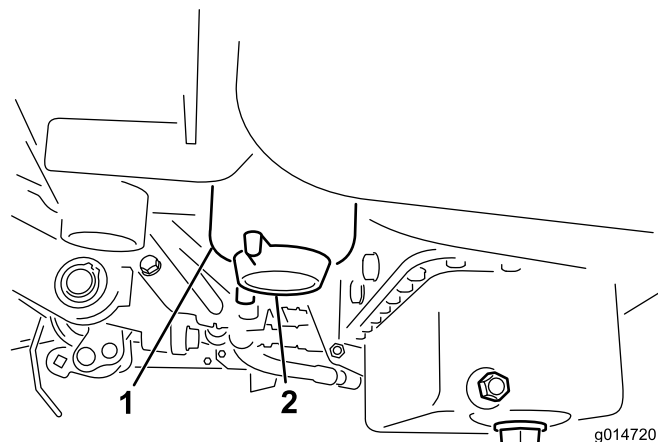

Figura 48
2. Limpe a zona de montagem do recipiente do filtro (Figura 48).
4. Abra o bujão de drenagem do filtro (Figura 48).